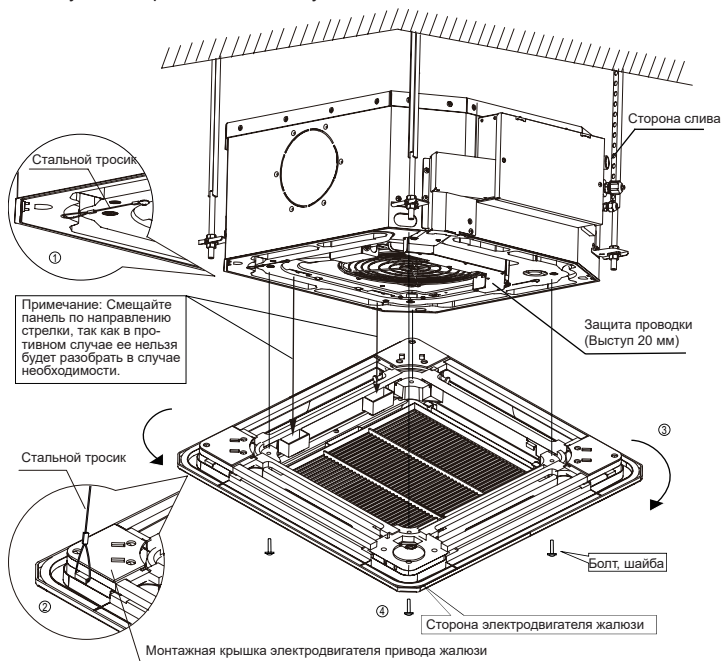

Рисунок 3.14
- (1) Совместите панель с корпусом блока в направлении, указанном стрелкой (см. рисунок 3.14).
- (2) При монтаже прикрепите два стальных тросика на корпусе блока к крючкам на монтажной крышке электродвигателя жалюзи, находящейся на панели (см. рисунок 3.14, 1 и 2).
- (3) Подсоедините концы питания электродвигателя жалюзи и дисплея панели к соответствующим разъемам на корпусе блока. Не забудьте установить на разъемы защитные трубки и используйте надежные приспособления для крепления и усиления изоляции соединений.
- (4) Установите и закрепите панель корпуса блока с помощью болтов (M5X20) и шайб (см. рисунок 3.14, 4). Учтите, что монтажная крышка электродвигателя жалюзи должна быть утоплена в соответствующем сливном поддоне.
- (5) Отрегулируйте винты на креплениях панели, придав ей горизонтальное положение, и прикрепите панель к подвесному потолку.
- (6) Осторожно подвиньте панель в направлении, указанном стрелкой (см. рисунок 3.14, 3), так чтобы центр панели совместился с центром отверстия в потолке. Убедитесь, что крючки во всех четырех углах закреплены по месту.